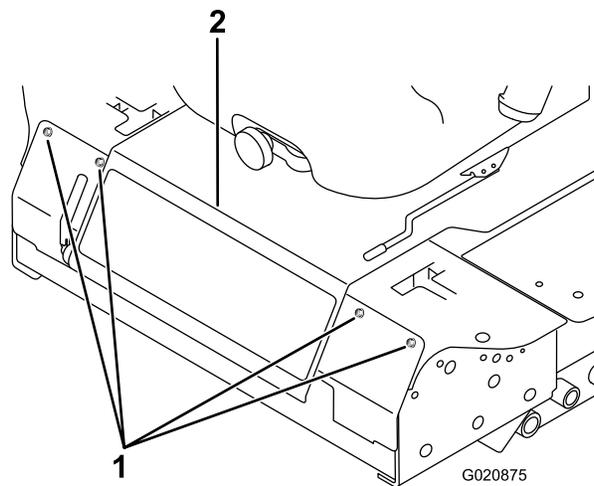

Figura 45
2. Retire os parafusos que fixam o painel dianteiro e retire o painel (Figura 45).